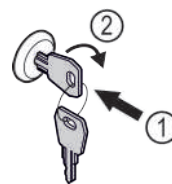

Fig. 171
- ▶ Schlüssel hineindrücken Fig. 171 (1).
- ▶ Schlüssel um 90° im Uhrzeigersinn drehen Fig. 171 (2).